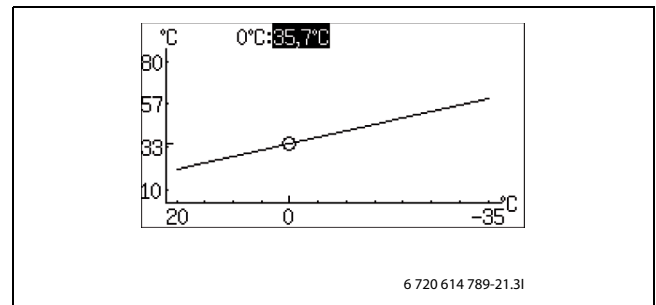

Bild 52
- ▶ Vrid ratten när fyrkanten är markerad tills 0°C är markerad (→ Bild 52).